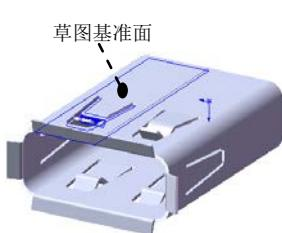
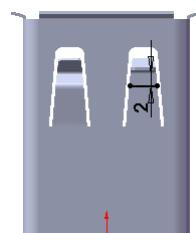

图 10.66 绘制的折弯 11
图 10.68 横断面草图
Step21. 创建图 10.66 所示的钣金特征——绘制的折弯 11。
(1) 选择下拉菜单 $\text{插入(I)} \rightarrow \text{钣金(H)} \rightarrow \text{绘制的折弯(S)...}$ 命令。
(2) 定义横断面草图。选取图 10.66 所示的模型表面为草图基准面，绘制图 10.68 所示的横断面草图。